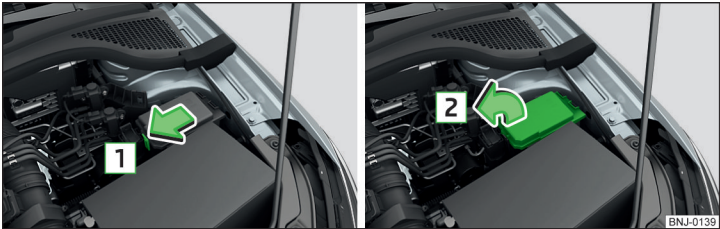

Fig. 203 Retirar la cobertura
- Presionar las teclas de bloqueo de la cubierta en el sentido de la flecha  y retirar la cubierta en el sentido de la flecha  » fig. 203.